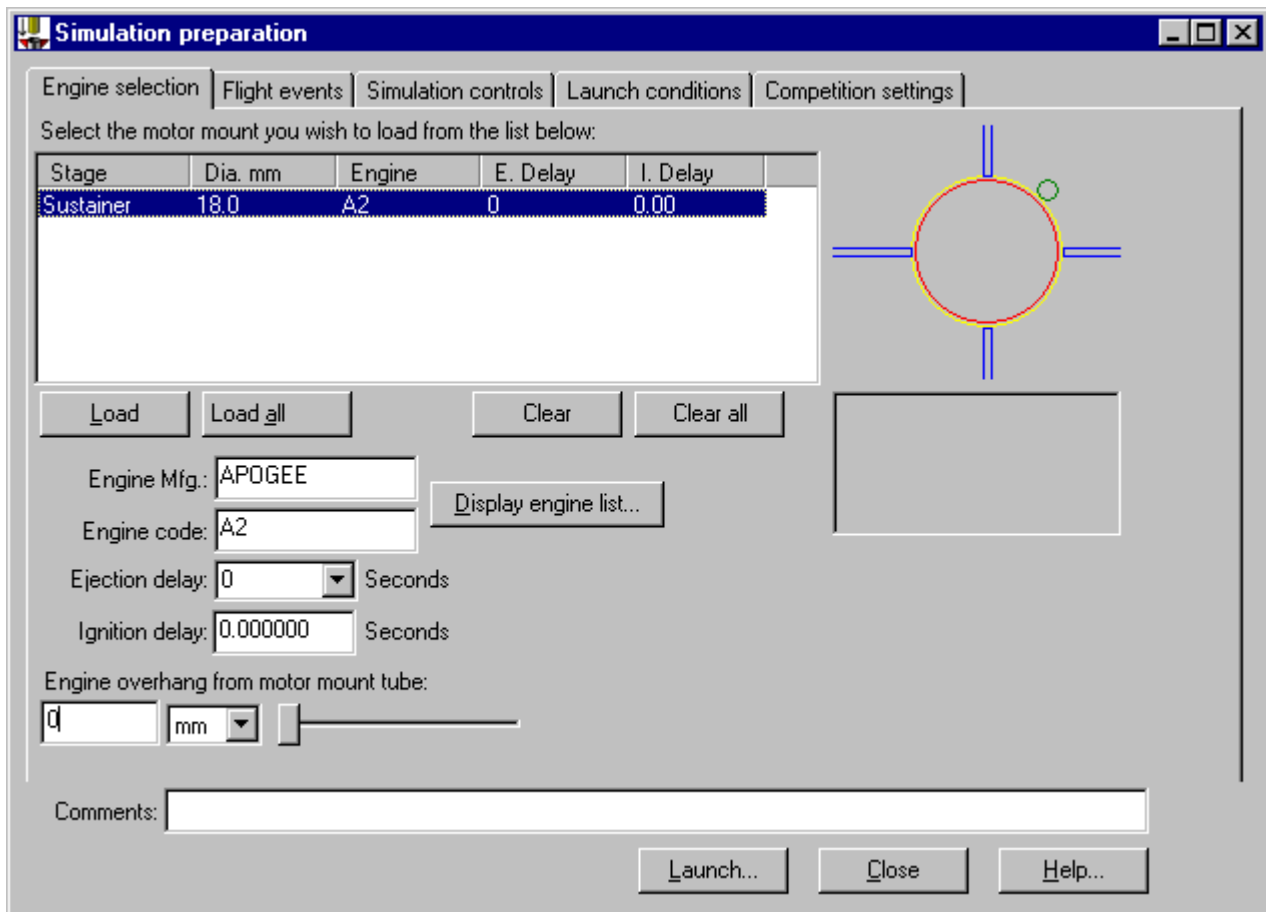

Figura 11. Escolha do motor-foguete do exemplo 1.
- (g) Definir os demais itens da janela “Simulation preparation” para que fiquem como mostrado na Figura 11;